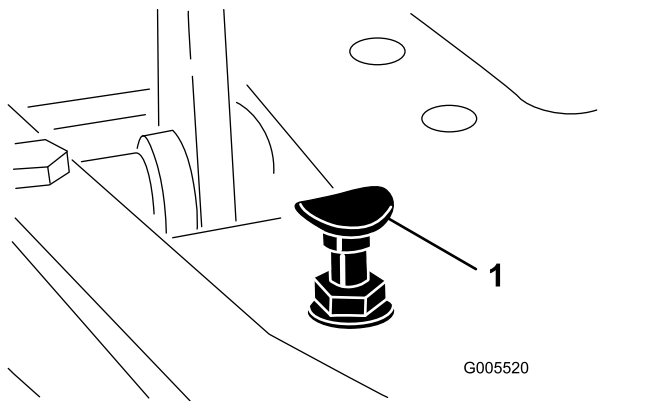

Figura 42
Para obter a velocidade máxima de transporte, engate a alavanca de controlo de função na posição TRANSPORTE e carregue para baixo no pedal de tração. Se o pedal entrara em contacto com o batente (Figura 42) antes de sentir tensão no cabo, é necessário efetuar o seguinte procedimento de ajuste:
1. Ponha a alavanca de controlo de funcionamento na posição TRANSPORTE e liberte a porca de bloqueio que fixa o batente do pedal à placa inferior (Figura 42).